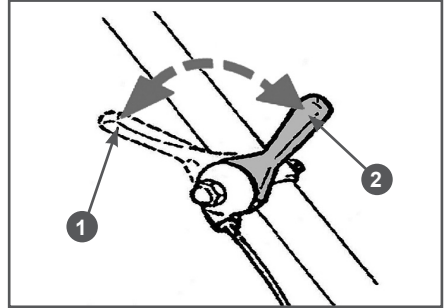

Рис. 12 Положения рычага газа
5. Переведите рычаг газа 5 (Рис. 1) на 1/3 хода в сторону положения максимальных оборотов двигателя (Рис. 12).